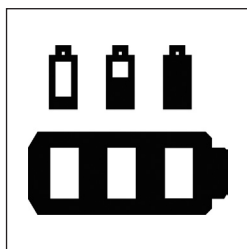

Abbildung 10 Batterieanzeige an der Handsteuerung.
- An der Handbedienung befindet sich eine Akku-Anzeige (Siehe Abbildung 10).